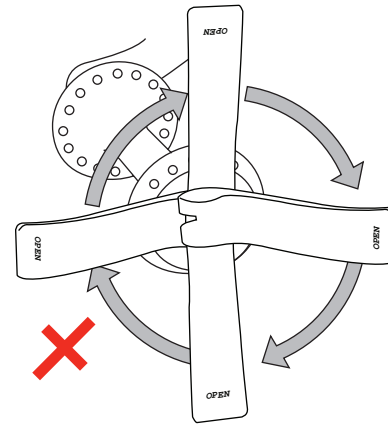

Figura 41. No gire la leva en círculo
- No gire la leva en círculo para aumentar la tensión del cierre rápido (Figura 41), ya que no conseguirá sujetar la rueda en su sitio.